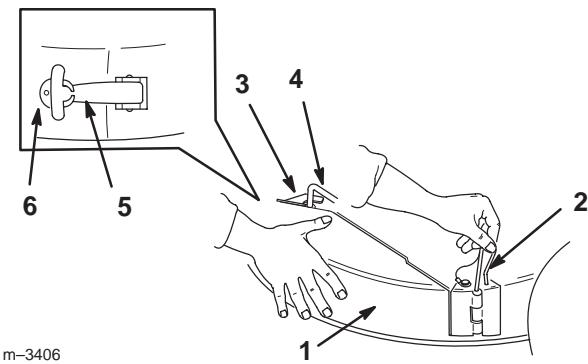

Figure 12
1. Mettez l'éjecteur en place en engageant le crochet arrière sur la tige du déflecteur et en alignant le verrou avant. Insérez la goupille de sécurité (Fig. 12).
2. Accrochez le verrou flexible de l'éjecteur dans l'encoche du support à l'arrière du plateau de coupe (Fig. 12).
2. Desserrez le verrou flexible et sortez la goupille de sécurité qui fixe l'éjecteur au plateau de coupe. Retirez l'éjecteur de la tondeuse (Fig. 12).